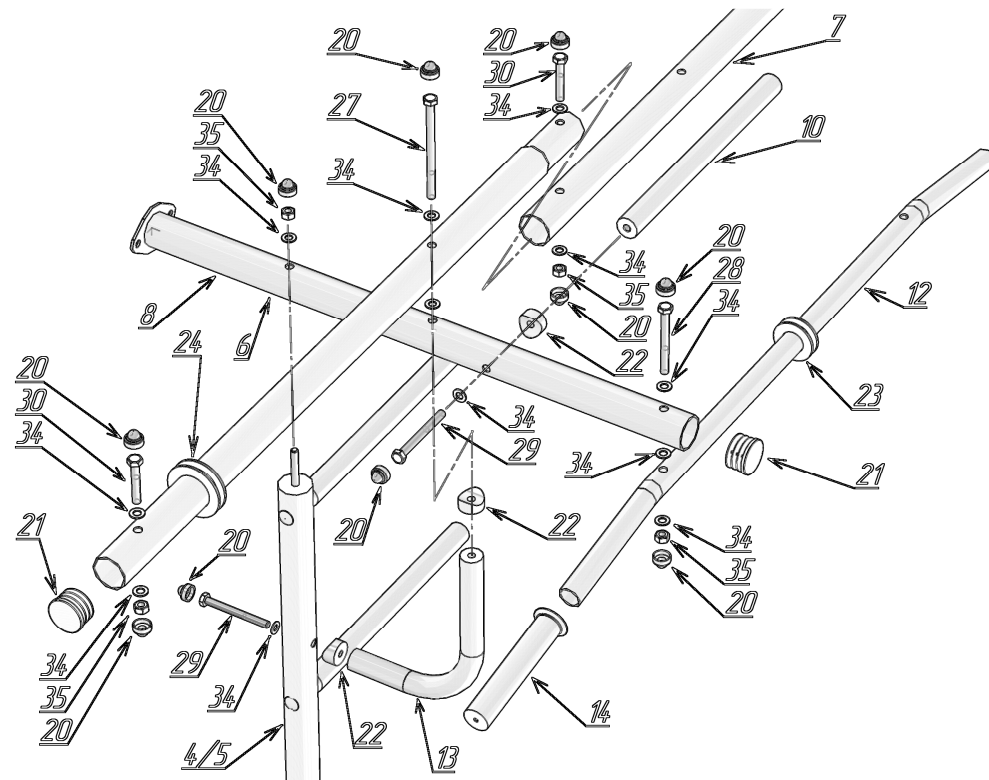
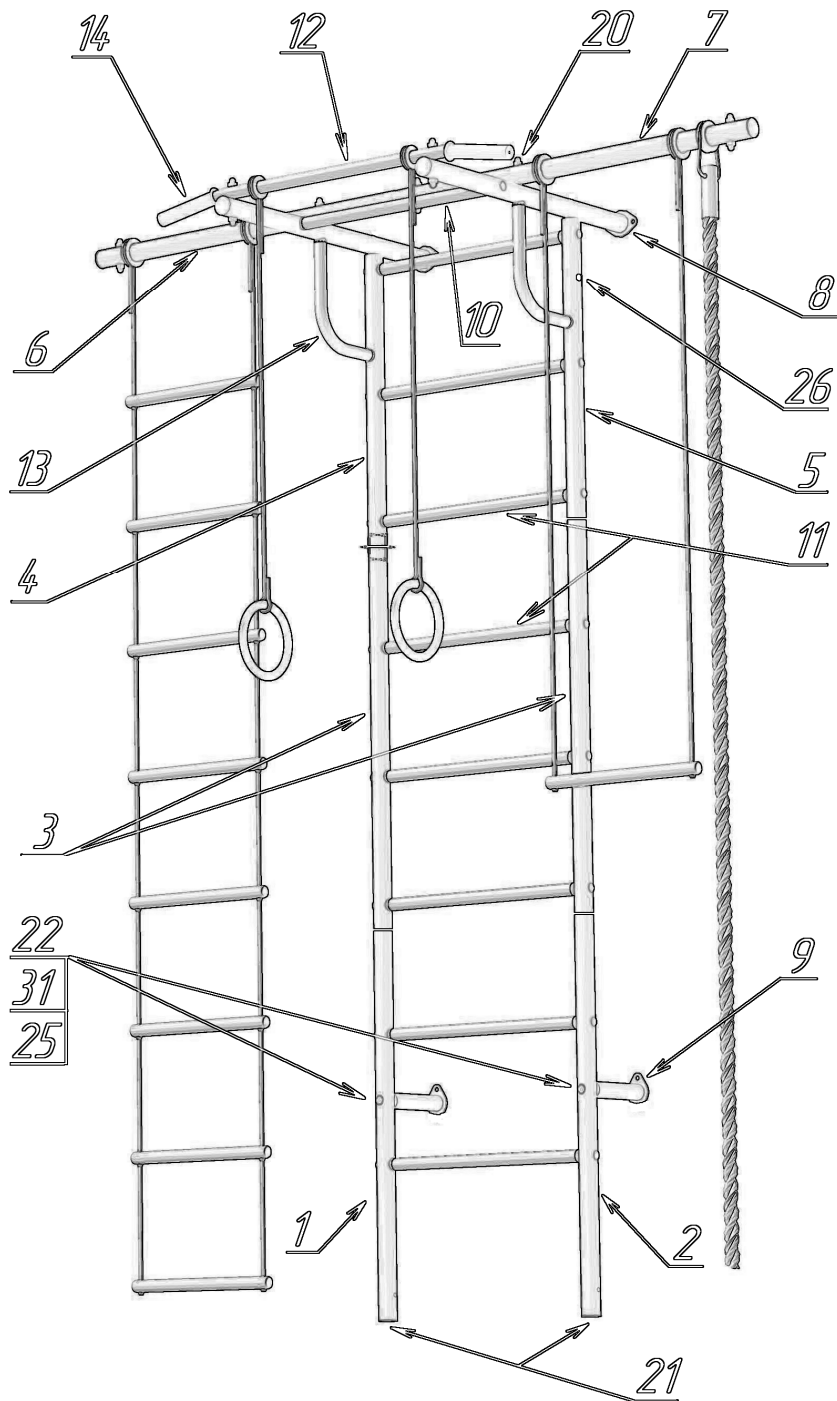
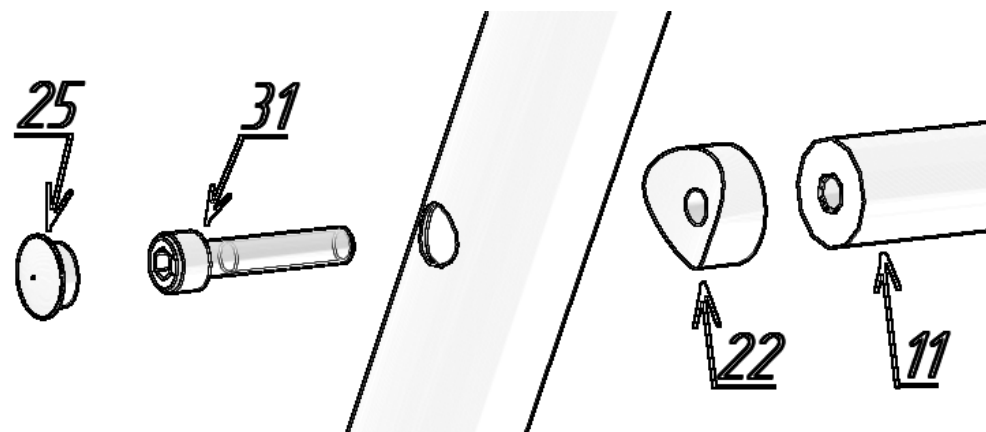
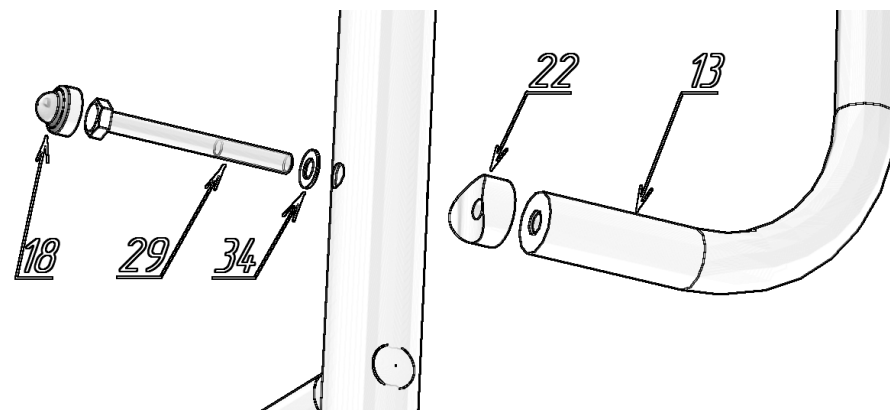

Рис. 6 – Сборка верхней рамы.
Рис.5 – Основные детали КОМПЛЕКСА
Рис.3 – Сборка вертикальных стоек и перекладин.
Рис.4 – Крепление усиления к верхним стойкам.
- 6.11. Наденьте ролики ф 38 (24) с навесным оборудованием на собранную верхнюю перекладину (6, 7) и на ее концах установите комплект крепежа (20, 30, 34, 35). Установите заглушки ф 38 (21) в торцы верхней переладины (рис. 6).
- 6.15. Установите заглушки ф 10 (26) в технологические отверстия на верхней опорной трубе (5) см. рис. 5
Устройство КОМПЛЕКСА см. на Рис.3, Рис.4, Рис. 5, Рис. 6.
- 6.4. Соедините трубы опорные с перекладинами (11) через вставки фигурные (22) при помощи винтов М8х25 (31) и затяните винты шестигранным ключом (33) см. рис. 3. Затяжку необходимо производить при условии, что шведская лестница лежит на ровной плоскости (например на полу).
- 6.6. Соедините трубы опорные верхние (4, 5) с Г-образными усилениями (13) при помощи болтов М8х60 (29) и вставок фигурных (22) см. рис. 4.
- 6.7. Соберите стойки верхние с фланцем (8) с перекладиной (10) при помощи болтов М8х60 и вставок фигурных (22) см. рис. 6.
- 6.8. Установите турник (12) с навесным оборудованием на стойки верхние с фланцем (8), используйте болты М8х70 (28), гайки (35) и шайбы (34). Наденьте ручку-чехол (14) на турник (см. рис. 6).
- 6.10. Соедините верхние перекладины (6, 7) между собой, используя болт М8х50 (30), шайбы (34) и гайки (35). При помощи болтов М8х95 (27) установите их на стойки верхние с фланцем (8) и через вставки фигурные (22) соедините с Г-образными усилениями (13) см. рис. 6. Затяните все болты и гайки.